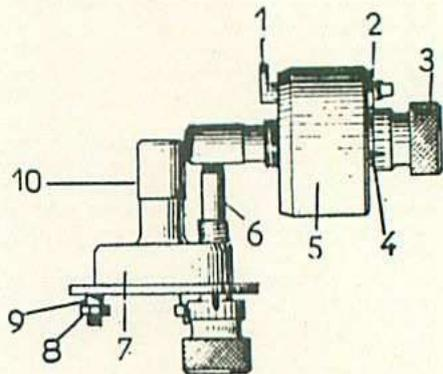
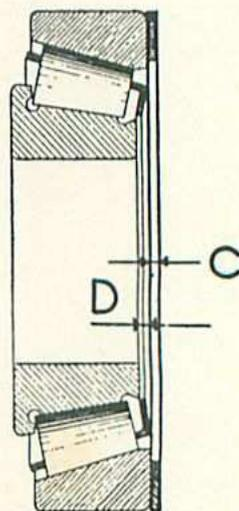
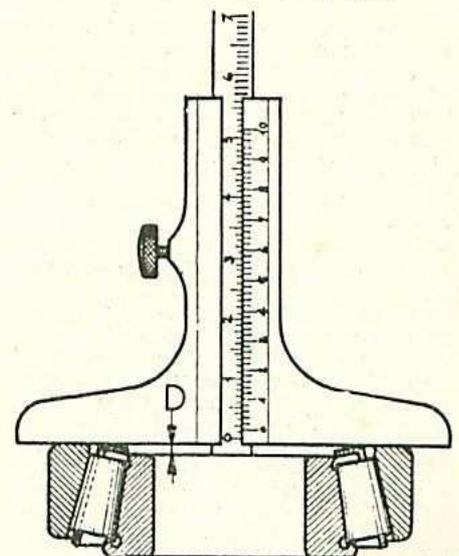

Fig. 47. — Tampons de réglage couple d'angle, en place
Fig. 48. — Cotes du roulement du pignon d'angle
Fig. 50. — Mesure de la cote D du roulement du pignon d'angle
- I. — Le tampon pignon d'angle (5) (fig. 47) et le pousser jusqu'à mise en place complète.
- Orienter le pied de biche (1) pour lui faire prendre appui sur le carter comme l'indique la figure.
- Bloquer l'écrou (2) et, enfin, dévisser suffisamment la vis (3) pour ne pas gêner la mise en place du tampon roue d'angle.
II. — Le tampon roue d'angle (7) comme indiqué sur la figure 47.
- Eventuellement, dévisser la vis (6) pour ne pas buter contre l'extrémité de la vis (3).
- Bloquer le tampon contre le carter, par deux entretoises (9) et deux écrous (8).
III. — Déterminer la valeur des cales de réglage (C) (fig. 48).
- Visser doucement la vis (3) (fig. 47) jusqu'à buter, mais sans forcer, et faire la lecture sur le vernier (chaque graduation correspond à 0,05 mm).
- Vérifier la cote (D) du roulement (fig. 48) du pignon d'angle (fig. 50).
• Visser la vis (6) (fig. 47) jusqu'à buter sans forcer contre le corps de la vis (3) et faire la lecture sur le vernier par exemple : — 3.